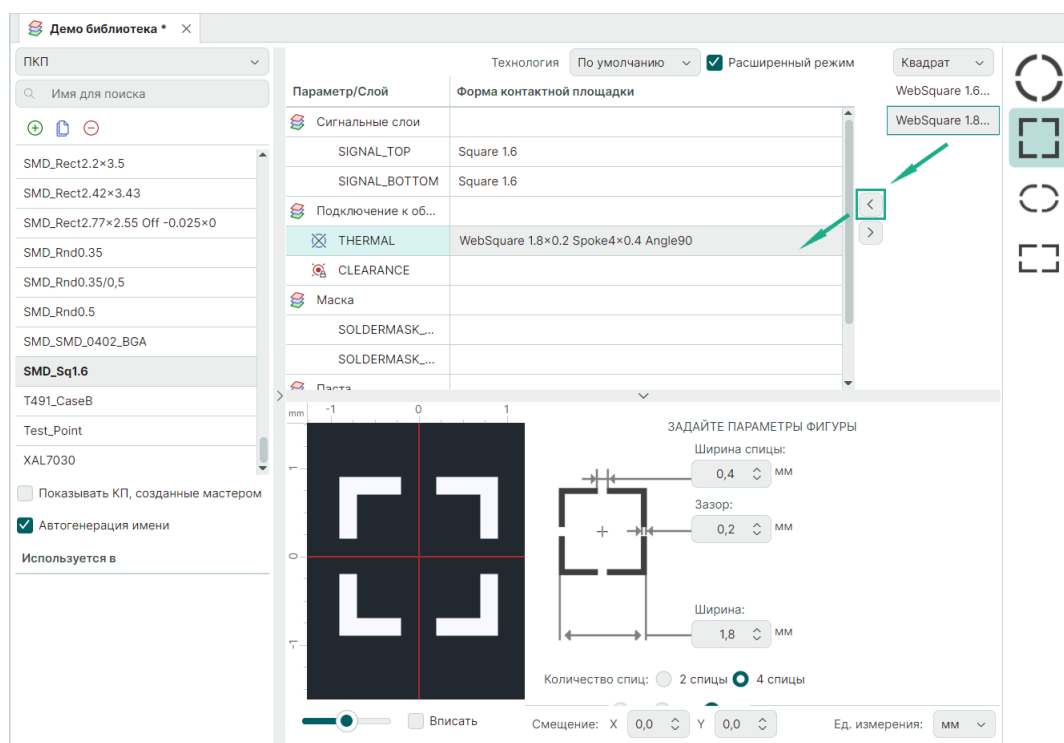

Рис. 66 Добавление формы термобарьера на слой контактной площадки
- Добавьте сформированную форму термобарьера в параметр «THERMAL», нажав , см. Рис. 66.